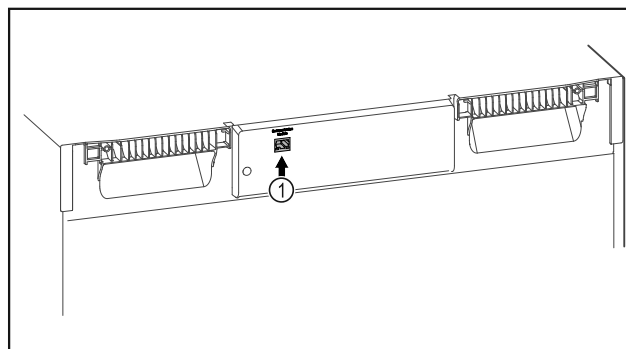

Fig. 86
- ❑ Moduli SmartModule Fig. 86 (1) është vendosur.